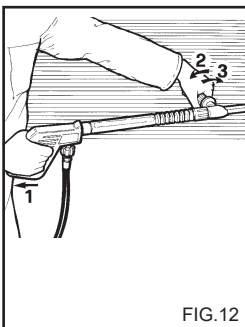
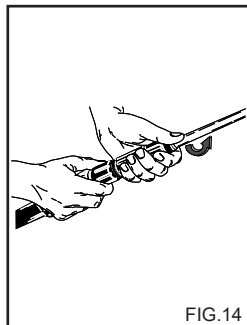

FIG.12
FIG.14
EMPLOI DE LA LANCE DOUBLE (Accessoire optionnel) (fig. 12)
2) Retirer la rallonge de la poignée et insérer la lance double ou la lance à buse réglable (fig. 14) actionner le nettoyeur, activer la commande d'aspiration du détergent placée sur la lance (fig. 12 et 13) et asperger la surface à laver de bas en haut. Laisser agir quelques minutes.